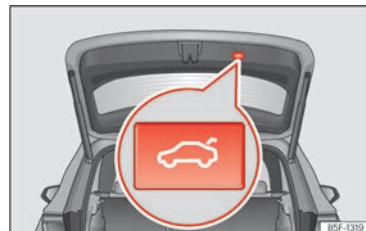

Abb. 82 Heckklappe: Taste zum Schließen der Heckklappe.
- Drücken Sie kurz die Taste  an der Heckklappe **»» (Abb. 82)**, **»»  in Einleitung zum Thema auf Seite 116.**
Während des Vorgangs zum Öffnen oder Schließen der Heckklappe ertönen akustische Signale. *Ausnahme:* Wenn die Heckklappe mittels Haltegriff geöffnet oder mit der dafür vorgesehenen Taste geschlossen wird »» **(Abb. 82).**
- Drücken Sie die Taste ⇄ »» **(Abb. 82)** an der Heckklappe mindestens 3 Sekunden lang.